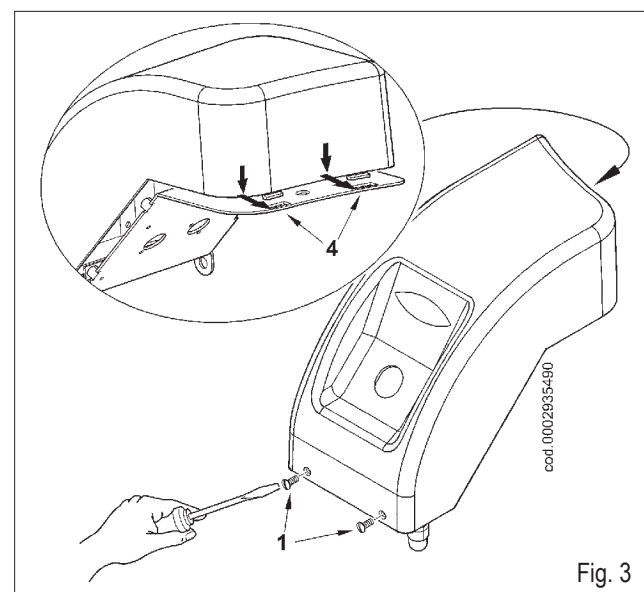

Fig. 3
- 3) Refermer le couvercle en veillant à positionner correctement les deux crochets (4) dans les logements respectifs (fig. 3).